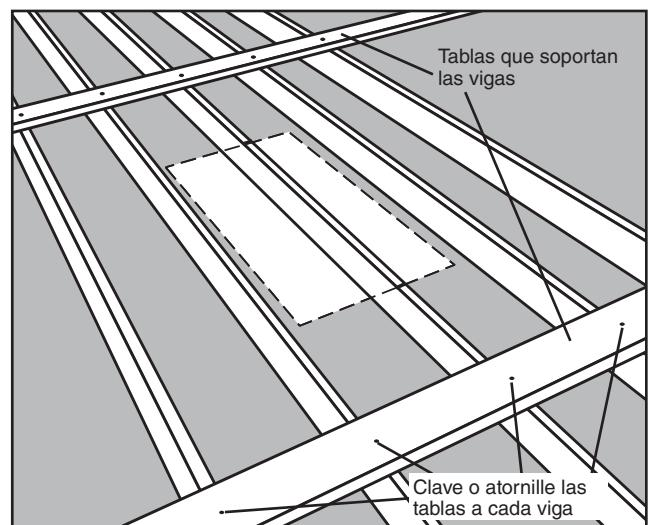

FIGURA 9
- Paso 2.** Corte (2) tablas de tamaño de viga lo suficientemente largas para abarcar (2) vigas en cada lado de su ubicación elegida (Vea la Figura 9). Estas tablas soportarán las vigas que serán cortadas y ayudarán a evitar que el cielo raso se combe o colapse completamente mientras usted está trabajando en el espacio superior.
- Paso 3.** Coloque estas tablas a aproximadamente 24 pulgadas del borde de su ubicación elegida y clávelas (Vea la Figura 9).